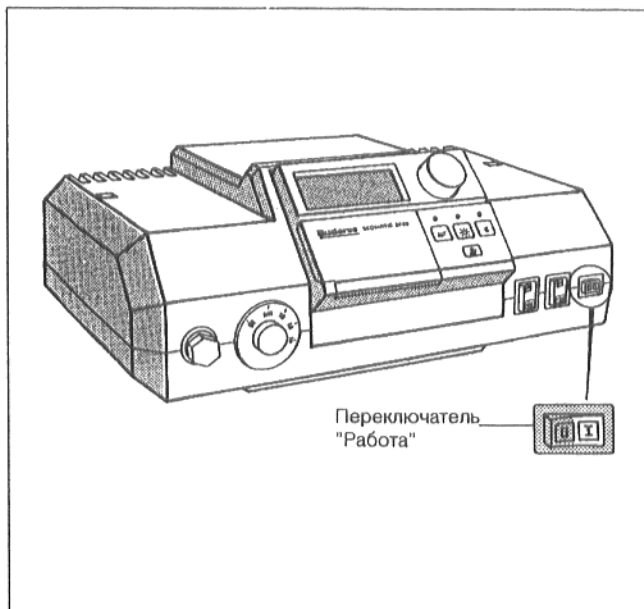

рис. 4 Ввод в эксплуатацию
- Установить переключатель "Работа" (рис. 4) в положение I (ВКЛ).
- Установить переключатель "Работа" (рис. 4) в положение 0 (ВЫКЛ).